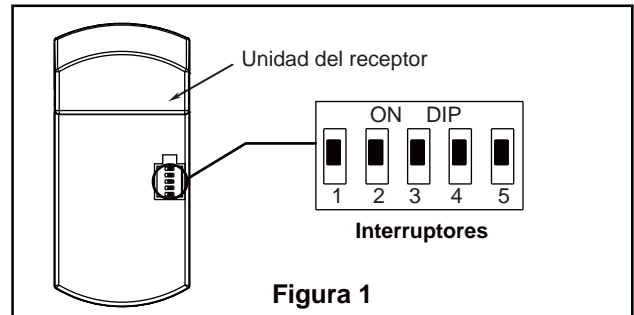

Figura 1
### Uso de perfil bajo (Figura 1)
1. Extraiga la pieza de la bola colgante de la unidad de la bola colgante / varilla aflojando el tornillo de presión de la bola colgante hasta que la bola se libere de la varilla. Retire el pasador del barral y luego extraiga la semiesfera. Conserve el pasador y la semiesfera para su reinstalación en el Paso 6 (Figura 1).
Para evitar una posible descarga eléctrica, asegúrese de cortar la alimentación eléctrica de la caja de fusibles principal antes de colgar el ventilador. (Figura 1)
- 1. Para configurar el código de unidad del receptor. Deslice los interruptores de código a las mismas posiciones que en el transmisor. (Figura 1)
1. Extraiga una de los tornillos de hombro en el soporte del gancho. Afloje el segundo tornillo de hombro sin extraiga completamente. Instale la cubierta rotando la ranura clave en la cubierta sobre el tornillo de hombro del soporte del gancho. Fije el tornillo de hombro. Instale adecuadamente y fije el segundo tornillo de hombro que fue anteriormente guardado. (Figura 1)
1. Extraiga uno de los tres tornillos del soporte ubicado en la parte inferior de la unidad del motor. Guárdelos para después y afloje levemente los otros dos tronillos. (Figura 1)